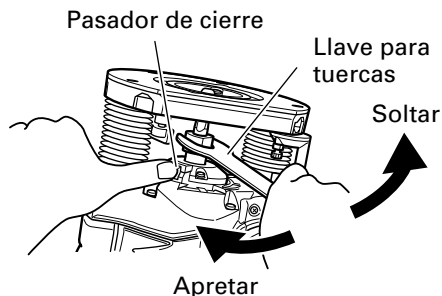

Fig. 2
- (1) Limpie e inserte el mango de la broca en el mandril portabroca hasta al fondo y seguidamente, hágalo retroceder aproximadamente 1/16" (aprox 2 mm).
- (2) Con la broca insertada y presionando el pasador de bloqueo que sujeta el eje del inducido, utilice la llave de 23 mm para apretar firmemente el mandril portabroca en el sentido de las agujas del reloj (visto desde la parte inferior de la fresadora). (Fig. 2)
- (3) Cuando se utiliza la broca de mango de 1/4" (6,35 mm), reemplace el mandril portabroca equipado con una de las brocas de mango de 1/4" (6,35 mm) suministradas como accesorio estándar.